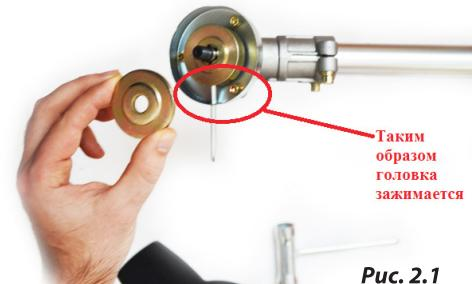
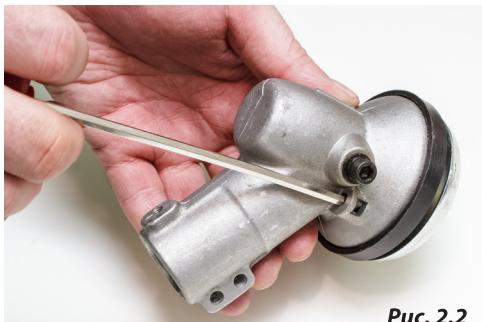

Рис. 2.1
Рис. 2.2
5. Установите внутренний фланец (5) на выходной вал (6) и поверните так, чтобы ключом через отверстие в корпусе редуктора (7) застопорить его (рис.2.1/ рис. 2.2 ).
6. Установите нож (4) на посадочное место во внутреннем фланце (5).
7. Установите на выходной вал (6) прижимной фланец (3) и отбойник (2).
8. Закрутите гайку (1) с помощью ключа. Резьбовое соединение имеет левую резьбу, поэтому закручивание производите в направлении против часовой стрелки. Снятие режущего ножа производите в обратном порядке.